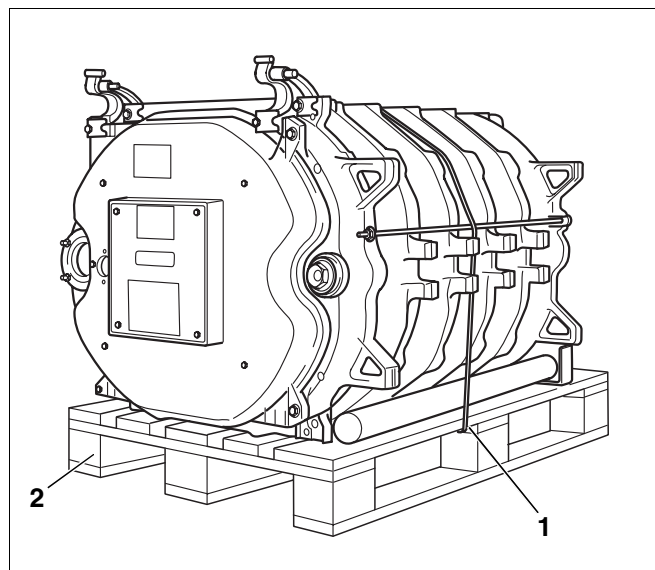

Fig. 18 Bloc de cazan pe palet
- Se taie banda de siguranță (fig. 18, **poz. 1**).
- Se îndepărtează paletul înainte de amplasare (fig. 18, **poz. 2**).